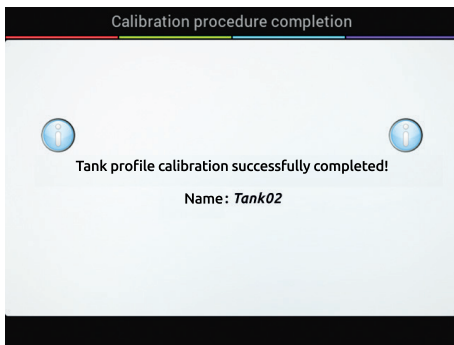

Fig. 129
**11** Ett bekräftelse-meddelande visas när processen är avslutad (Fig. 129).